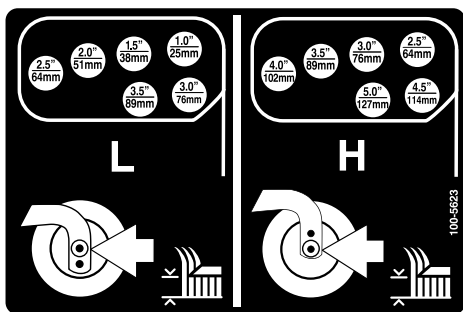

Figure 24
6. Tournez la tige de tension pour élever ou abaisser le bras de pivot jusqu'à ce que les trous soient en face de ceux du support de hauteur de coupe sélectionnés dans le cadre du plateau de coupe (Figure 23 et Figure 24).